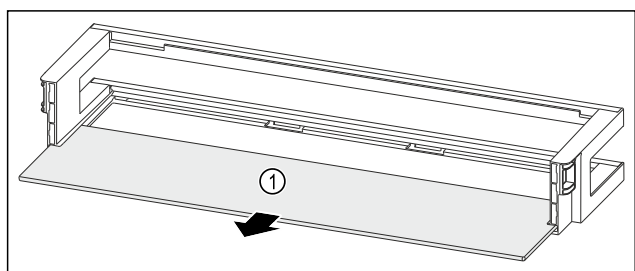

Fig. 227 Balconnet de contre-porte avec tablette de rangement
- ▶ Retirer la tablette de rangement Fig. 227 (1).